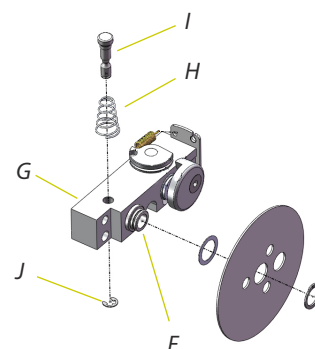

Bild 27
Hjulaxelsinfästningen i rullstolen består av en bussning (F, bild 27) som är fastpressad i hjulinfästningsklossen (G). Axeln (A) hålls på plats med en fjäderbelastad (H) tapp (I) som är fastlåst med en spårning (J).